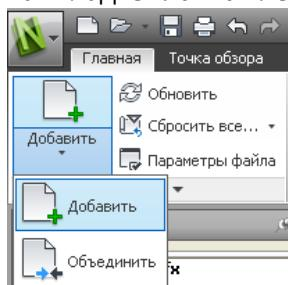

Рис. 130
- На вкладке **Главная** ленты нажмите **Добавить** (Рис. 130).